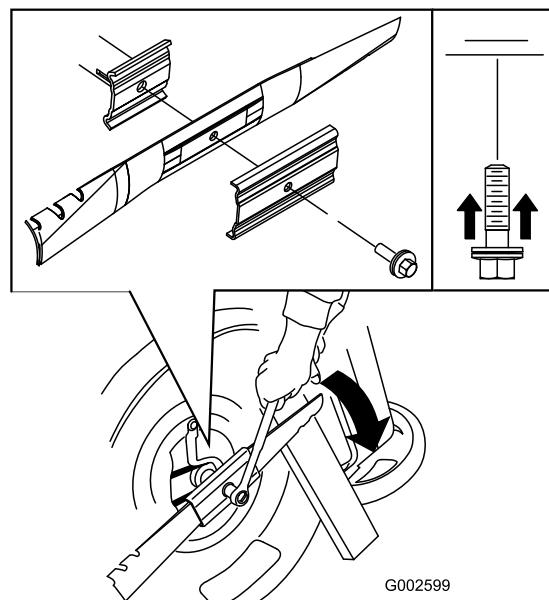

Рисунок 22
5. Установите новый нож (поворните болт крепления ножа по часовой стрелке) и все крепежные приспособления (Рисунок 22).